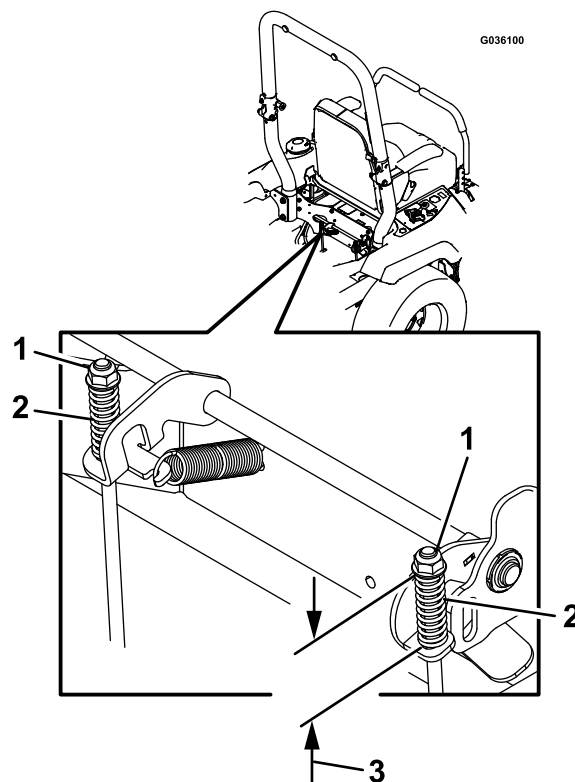

Bild 61
8. Prüfen Sie beide Federlängen, wie in Bild 61 abgebildet. Falls eine Einstellung erforderlich ist, drehen Sie die obere Mutter nach rechts, um die Feder zu verkürzen und nach links, um die Feder zu verlängern.